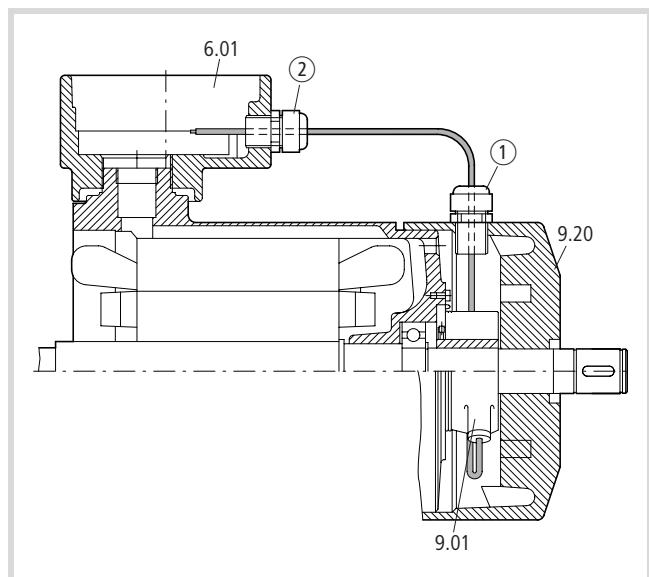

Abbildung 21: Kabelweg vom Drehzahlgeber zum Klemmenkasten
- Bei der Ausführung mit Klemmenkasten in erhöhter Sicherheit, Kennzeichnung EEx de IIC(B) T., verlegen Sie das Drehzahlgeberkabel folgender Maßen (→ Abb. 21):
- vom Drehzahlgeber (9.01) und Gebergehäuse (9.20) mit druckfester Leitungseinführung ①
- zum Klemmenkasten (6.01) durch eine Leitungseinführung der Schutzart erhöhte Sicherheit ②.